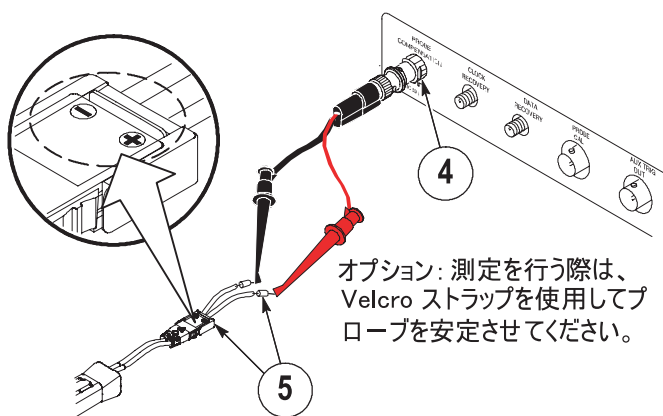

図 4 : 機能チェック用にプローブを接続
4. BNC (M)-ミニグラバ (SMA (M)-BNC (F) アダプタ付き) をオシロスコープのプローブ補正コネクタに接続します。図 4 を参照してください。